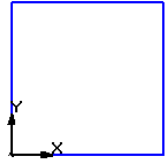

Рис.77
7. Размещаем левый нижний угол создаваемой грани куба в начало системы координат окна документа (команда <Ctrl+0> на цифровой клавиатуре (см. рис.77).